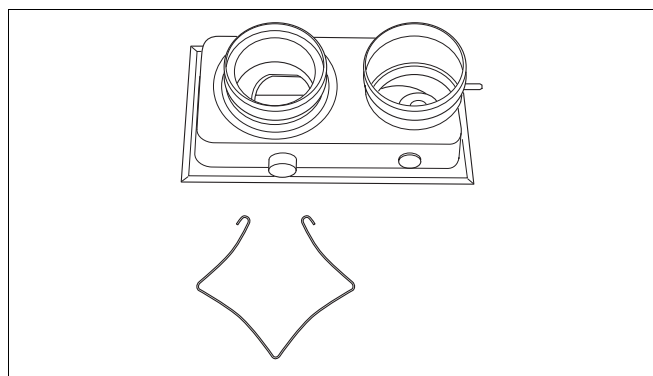
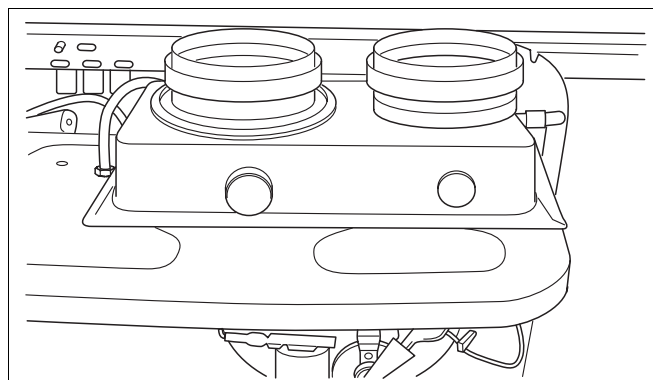

Рис. 19 Деталь соединения выхлопа газов для параллельного оттока воздуха /выхлопов (принадлежности)
Рис. 20 Параллельное соединение для воздуха/выхлопных газов
- Открыть камеру сгорания. Установить на устройство фитинг для параллельного присоединения по воздуху/ отработавшим газам (принадлежности) и закрепить зажимами изнутри устройства (смотри. рис. 19 и рис. 20). При этом зажимы вставляются снизу в пазы системы выхлопа газов.